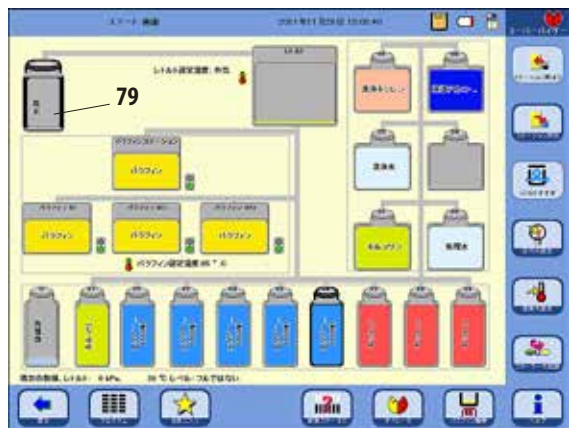

図 162
「スマート画面」(図 162)が表示されます。「スマート画面」は装置の手動操作のための初期画面です。
- 画面 (図 162) で、排出する試薬ボトルまたは RTU ボトルを選択し、次に外部タンク (外部ステーション) を選択します。「ステーション排出」を押します。
- この手順が完了した後、レトルト内の試薬を外部ステーションに排出します (図 162 および 163 の 79)。